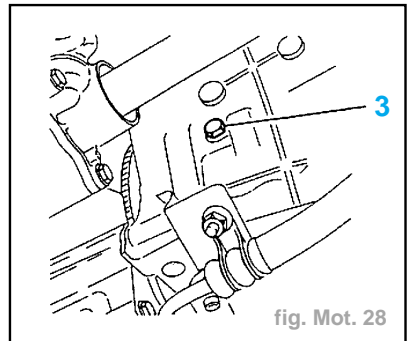

fig. Mot. 28
- Vidanger le bloc-moteur en déposant la vis de vidange (3) (fig. Mot. 28).